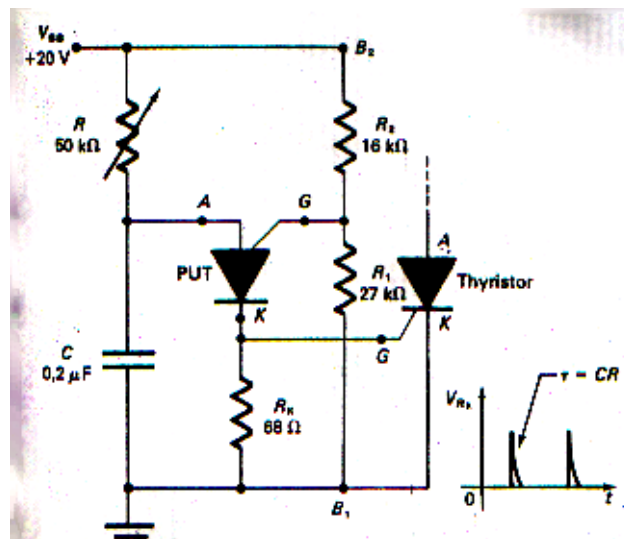

Figure 2-9 : amorçage d'un thyristor par un PUT.
- Les circuits d'amorçages de thyristors (figure 2-9) et de triac ;